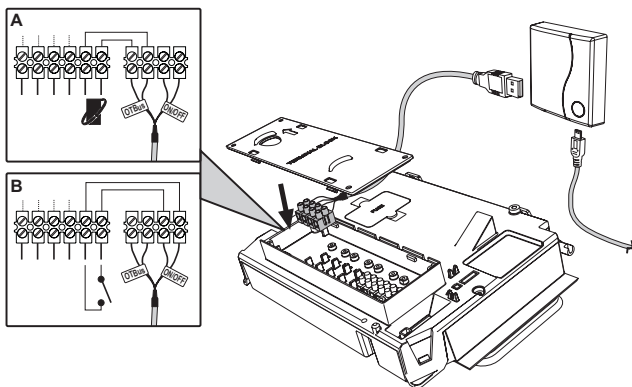

fig. 1
**Opzione OpenTherm (A fig. 1):** Collegare i due fili rossi con etichetta **OTBus**, provenienti dal ricevitore, alla caldaia dove è previsto il collegamento **OpenTherm**. Lasciare scollegati gli altri due fili. In questo caso si hanno a disposizione maggiori informazioni sullo stato della caldaia (vedi "5.7.1 Operazioni base" a pag. 24).
**Opzione On-Off (B fig. 1):** Collegare i due fili neri con etichetta **ON/OFF**, provenienti dal ricevitore, alla caldaia dove è previsto il collegamento al termostato **ON/OFF**. Lasciare scollegati gli altri due fili.